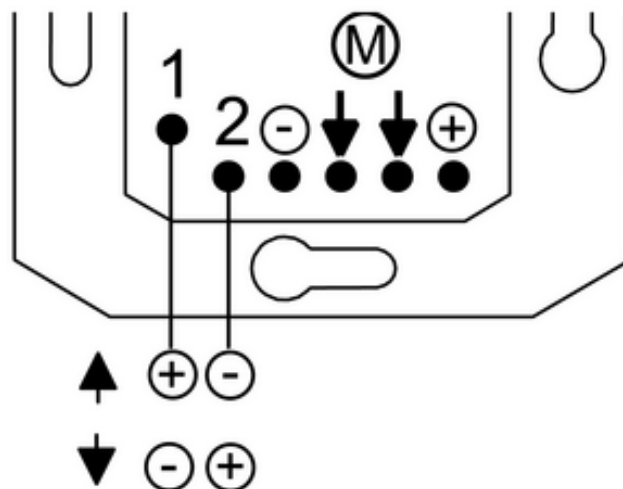

Figure 4: Affectation des raccordements des entrées de poste auxiliaire pour le sens de déplacement approprié
- Raccorder si nécessaire le poste auxiliaire (figure 4).
Le sens de rotation du moteur du store est déterminé par la polarité des deux entrées de poste auxiliaire. Le schéma de raccordement (figure 4) indique le sens de déplacement de la suspension avec les affectations des raccordements représentées.